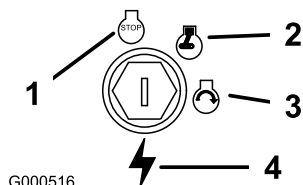

Bild 11
3. Drehen Sie den Zündschlüssel auf „Aus“ (Bild 11).